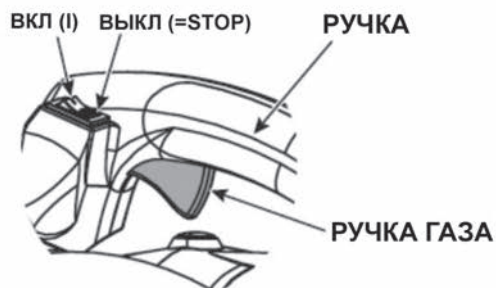

РИС. 9
Примечание. Нет необходимости включать устройство. Выключатель On/Off всегда находится в положении ON (I) (Рис. 9).